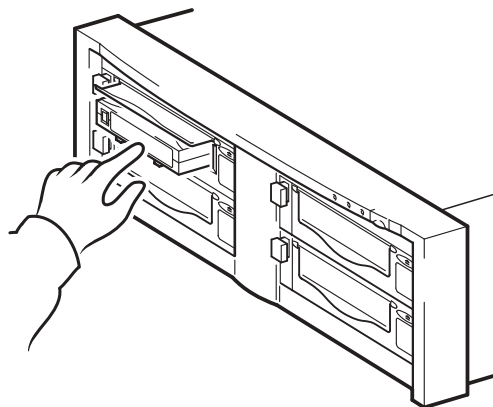

Figura 10b: usar o HP OBDR, etapa 2
- 2 Mantenha o botão de ejetar pressionado na unidade de fita. Mantendo o botão de ejetar pressionado, ligue a matriz de fitas e o servidor (Figura 10b). Isso ativa o processo do HP One-Button Disaster Recovery. Solte o botão assim que o LED Ready (Pronta) no painel frontal piscar na sequência do OBDR. É um padrão que se repete: pisca - fica aceso - pisca.